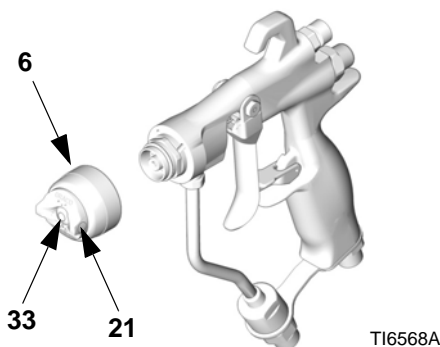

FIG. 35
2. Fjern lufthættens holdering (6), lufthætten (21) og sprøjtedyse (33). Se FIG. 35.